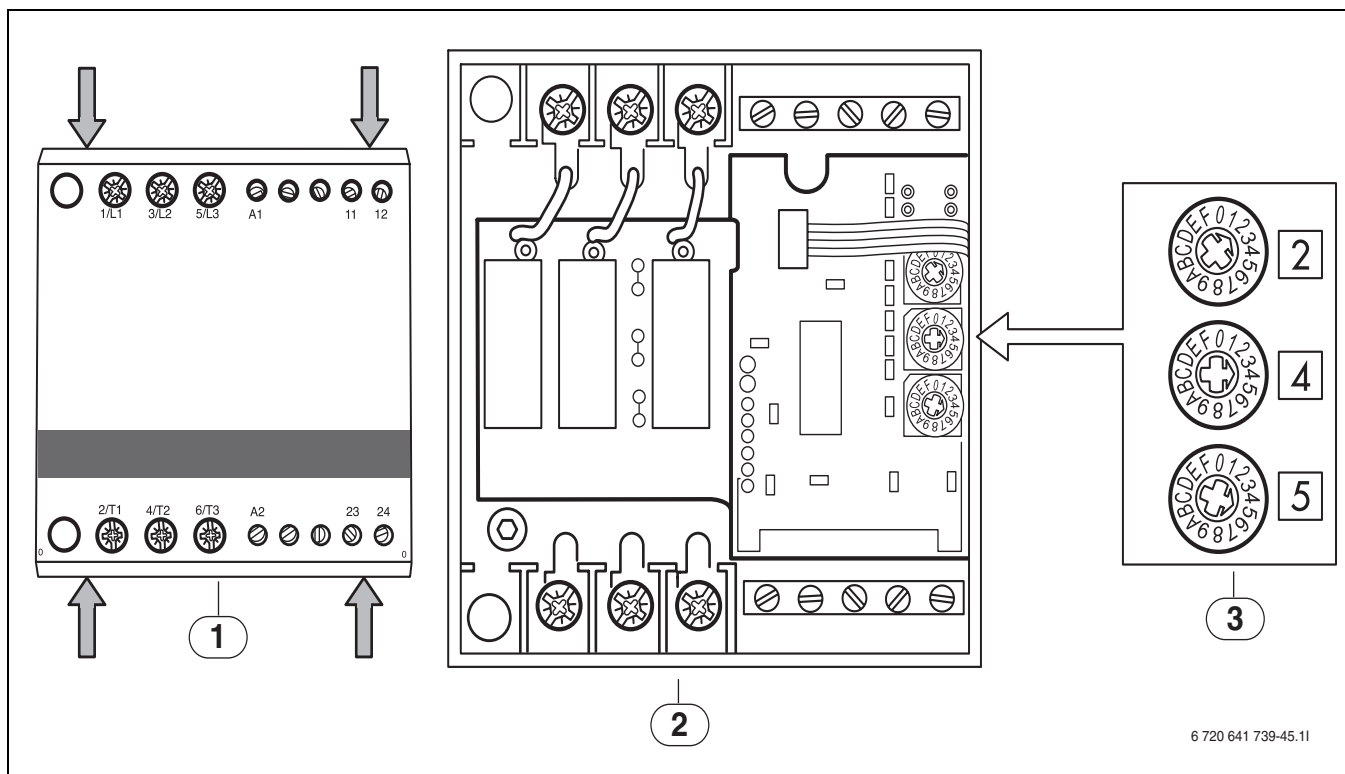

Bild 59 Inställning av mjukstart
- Öppna försiktigt locket på mjukstarten genom att föra in en liten skruvmejsel i de avlånga hålen på baksidan av mjukstarten markerade med pilar på bilden, hålen är placerade på översida och undersida (→ Bild 59).
- Ställ in potentiometrarna på följande värden: 2, 4, 5 uppifrån och ned, montera därefter försiktigt locket på mjukstarten igen (→ Bild 59).